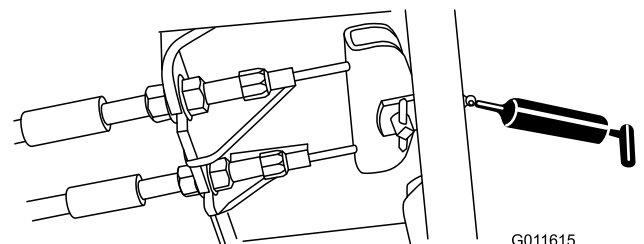

**Bild 49**
- Lenkzylinder-Kugelgelenke (2) und Hinterachse (1) (Bild 49)